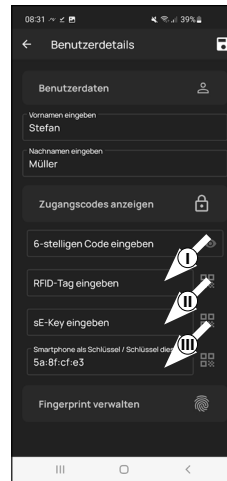

Fig. 4
- 6 A questo punto è possibile salvare un telecomando *ENTRY sE-Key 7713* (disponibile come optional) (II) (Fig. 4). Per le istruzioni di configurazione si rimanda al manuale del telecomando.
! Nota: per il profilo utente dell'amministratore è stata automaticamente generata l'apertura della serratura tramite smartphone (III) (Fig. 4). Per gli altri utenti, in questo campo si può creare un altro smartphone come chiave elettronica. Per le istruzioni si rimanda alle istruzioni principali presenti sul nostro sito web (vedere link alla pagina del titolo).